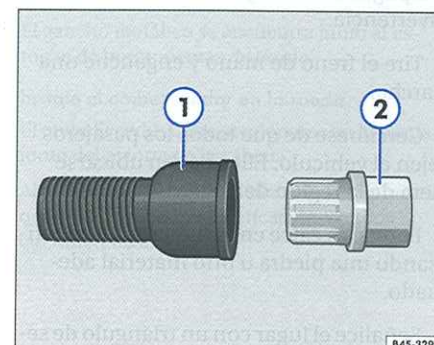

Fig. 132 Tornillo antirrobo y adaptador
- Inserte el adaptador ⇒ fig. 132 ② en el tornillo antirrobo ① hasta encastrarlo totalmente.